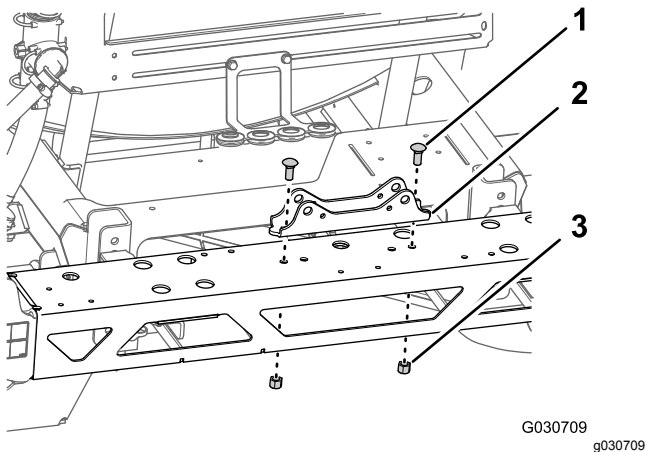

Bild 80
3. Entfernen Sie die zwei Schlossschrauben (1/2" x 1-1/4") und die zwei Sicherungsbundmutter (1/2"), mit denen die Zylinderbefestigung am mittleren Auslegerabschnitt befestigt ist, und nehmen die Befestigung ab (Bild 80).